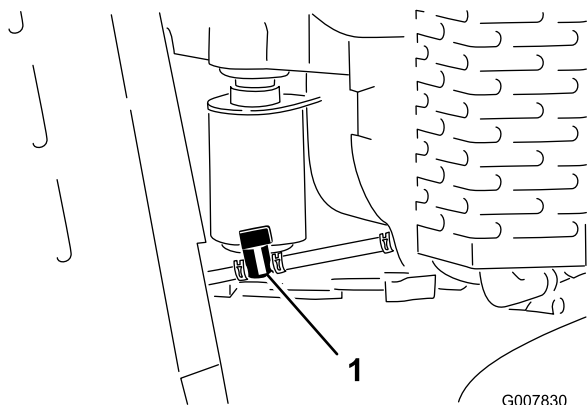

Figure 40
4. Tournez le robinet de vidange en position fermée (Figure 40).
5. Pincez les extrémités du collier de flexible du côté côté moteur et poussez-le vers le haut de la conduite d'alimentation, à l'opposé du robinet (Figure 40).
6. Débranchez la conduite d'alimentation du robinet (Figure 40). Ouvrez le robinet d'arrivée de carburant et laissez l'essence s'écouler dans un bidon ou un bac de vidange.
3. Tournez le robinet de vidange en position fermée (Figure 40).
7. Tournez le robinet de vidange en position ouverte (Figure 40).